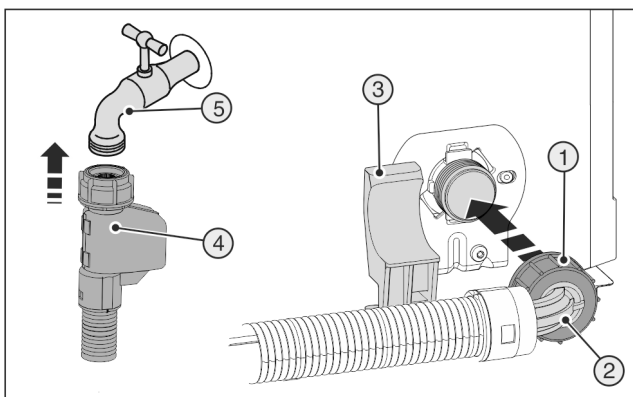

Fig. 22
- ▶ Conecte el extremo recto de la manguera Fig. 22 (4) a la llave de cierre Fig. 22 (5).